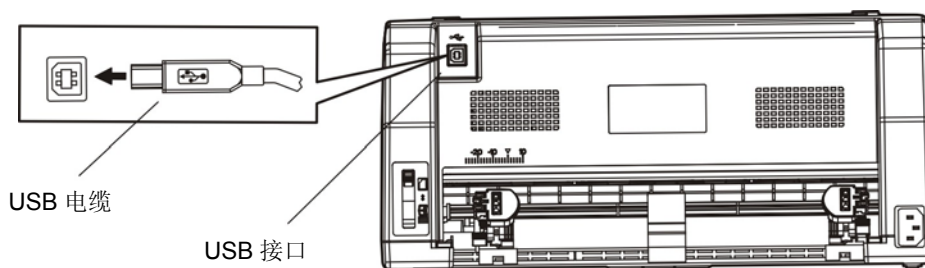

图 2-9 连接 USB 电缆
本打印机可配置 USB 接口、蓝牙或 Wi-Fi（产品的具体接口配置，以实物为准）。请根据需要，用相应的接口电缆把打印机与计算机相连 [如图 2-9 所示]。
2. 将 USB 电缆的 B 端插头（方型）插进打印机的 USB 接口插座中（如图 2-9 所示）。